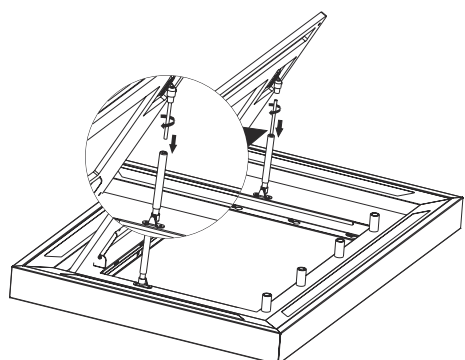

Fig. 16
2. ➤ Drej på den nederste del af støddæmperen for at splitte den (Fig. 16).